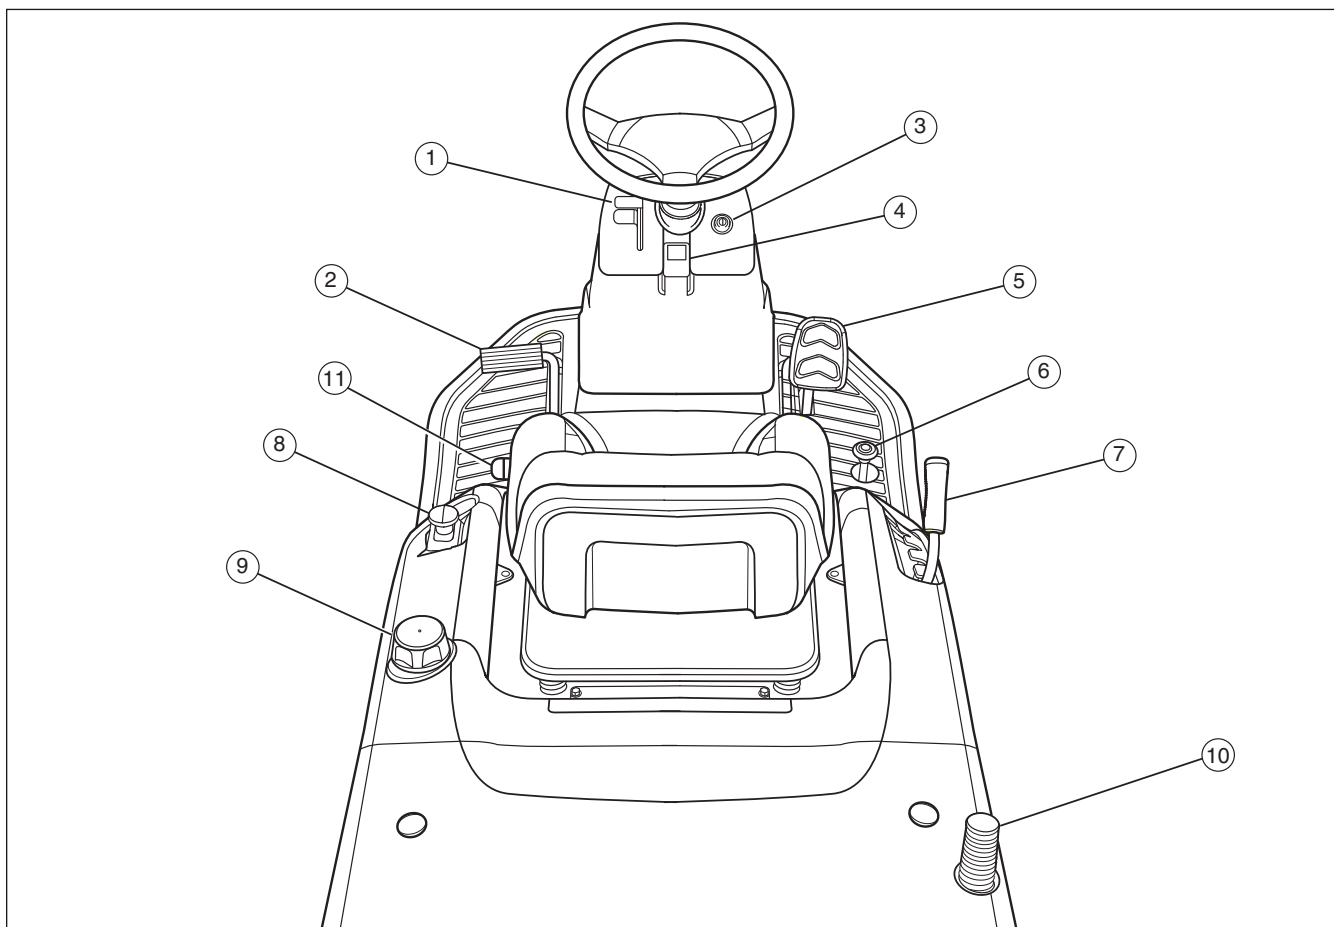

Abbildung 7
**Gashebel (1):** Mit dem Gashebel kann die Motordrehzahl erhöht bzw. verringert werden (siehe **Abbildung 7**). Um die Motordrehzahl zu erhöhen, den Gashebel nach vor stellen; um die Motordrehzahl zu verringern, den Gashebel zurückziehen. Die Maschine immer mit VOLLGAS betreiben.
**Kupplungs-/Bremspedal (2):** Das Pedal hat zwei Funktionen. Die erste Funktion ist das Kuppeln. Die zweite Funktion ist das Bremsen.
**Zündschalter (3):** Der Zündschalter dient zum Anlassen und Abstellen des Motors. Den Zündschlüssel nicht in der Position BETRIEB lassen, wenn der Motor abgestellt wurde. Dadurch wird die Batterie entleert.
**Feststellbremsenknopf (4):** Der Feststellbremsenknopf dient zum Anziehen der Feststellbremse, wenn der Traktor still steht. Wenn das Bremspedal ganz durchgedrückt und der Knopf herausgezogen wird, aktiviert dies die Feststellbremse.
**Vorwärtsfahrgehwigkeitspedal (5):** Die Vorwärtsfahrgehwigkeitspedal des Traktors wird durch das Vorwärtsfahrgehwigkeitspedal geregelt. Das Pedal drücken, um die Vorwärtsgehwigkeitspedal zu erhöhen.
**Rückwärtsfahrgehwigkeitspedal (6):** Die Rückwärtsfahrgehwigkeitspedal des Traktors wird durch das Rückwärtsfahrgehwigkeitspedal geregelt.
**Hubhebel (7):** Der Hubhebel dient zum Einstellen der Schnitthöhe. Es sind sechs Schnitthöhen verfügbar (1 - niedrigster Schnitt, 6 - höchster Schnitt).
**Mähmesserbedienknopf (8):** Mit dem Mähmesserbedienknopf wird das Messer aktiviert bzw. deaktiviert. Zum Einkuppeln des Messers den Knopf nach oben ziehen; zum Auskuppeln des Messers den Knopf nach unten drücken.
**Kraftstofftank (9):** Zum Auftanken den Tankdeckel entfernen. Darauf achten, dass Platz für Wärmedehnung des Kraftstoffs gelassen wird.
**Grasfangsackgriff (10):** Der Grasfangsackgriff dient zum Öffnen des Sacks, damit dieser entleert werden kann, bzw. um ihn für das Mähen zu schließen.
**Sitzeinstellhebel (11):** Zum Verstellen des Sitzes muss dieser Hebel nach oben gezogen werden. Den Hebel loslassen, um den Sitz zu arretieren.